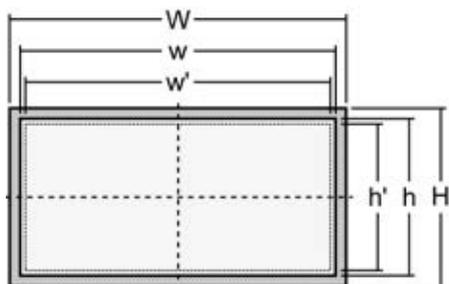

Abb. 10: Schematischer Ausschnitt
1. ➤ Schneiden Sie die Schalttafel entsprechend den Abmessungen in Abb. 10 aus.